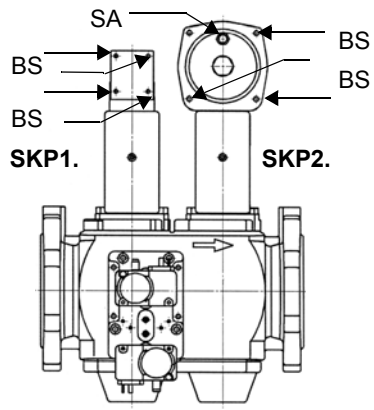

Рис. 4
**ВНИМАНИЕ:** диафрагма *D* исполнительного механизма *SKP2* должна находиться в вертикальном положении (Abb. 4).